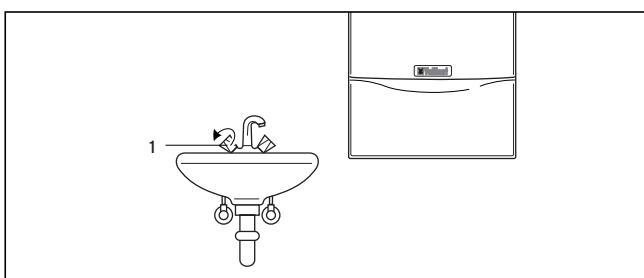

Fig. B.6: Tapning af varmt vand
4.3.2 Tapning af varmt vand (fig. B.6)